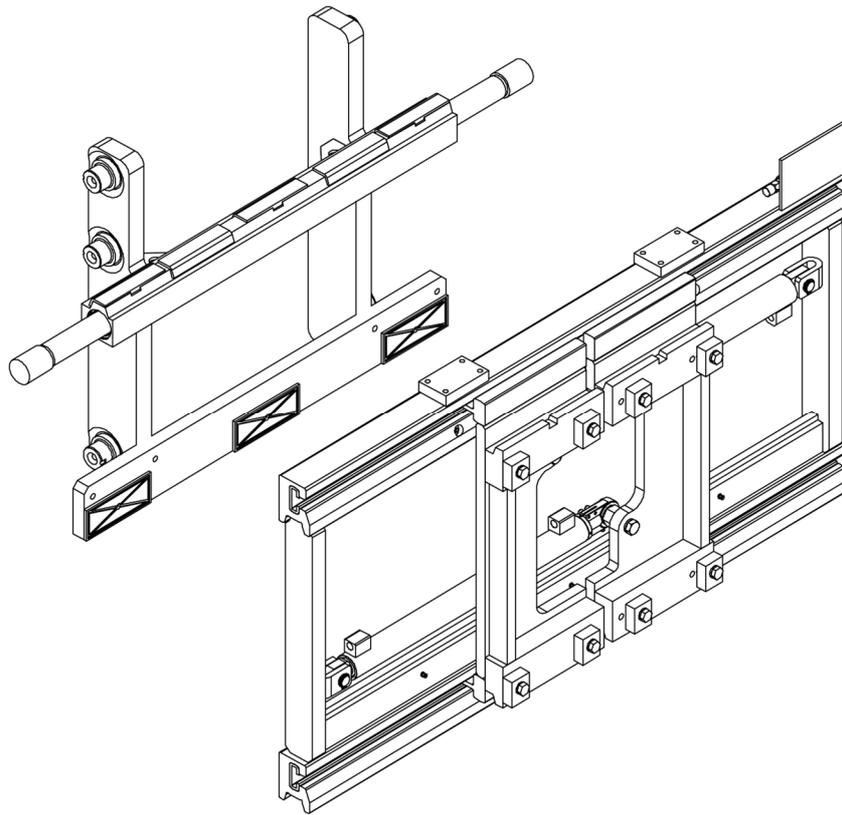

Figure 6
8. Repositionner la structure arrière (voir *Figure 6*).